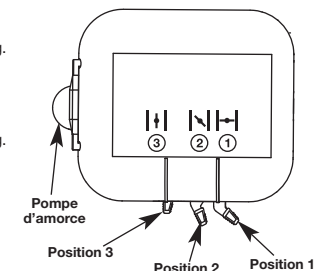

Fig. 12
**AVERTISSEMENT :** Éviter le démarrage accidentel. Se tenir en position de démarrage pour lancer le moteur (Fig. 12). Lors du démarrage, l'opérateur et l'outil doivent être en position d'équilibre afin d'éviter le risque de blessures graves.
- Appuyer sur la pompe d'amorce dix fois de suite. Une certaine quantité de carburant devrait être visible dans l'amorce et des tuyaux de carburant (Fig. 12). Si vous ne voyez pas de carburant dans la pompe, appuyez dessus autant de fois de suite que nécessaire jusqu'à ce que vous voyiez arriver dans l'amorce.
- Mettre le levier d'étranglement en **Position 1** (Fig. 12).
- Mettre le levier d'étranglement en **position 2** (Fig. 12).
- Mettre le levier d'étranglement en **position 3** (Fig. 12). L'appareil est prêt à être utilisé.